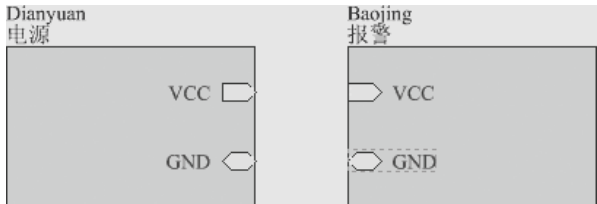

图 8-10 完成设计的子图符号
- **I/O Type**——I/O 类型，是图纸入口的信号类型。本例中 VCC，I/O 类型根据电流流向确定为 Output 和 Input，即箭头向外为输出，箭头向内为输入；GND 的 I/O 类型为 Unspecified，形状不变，如图 8-10 所示。
(2) 按图 8-10 所示编辑子图入口。